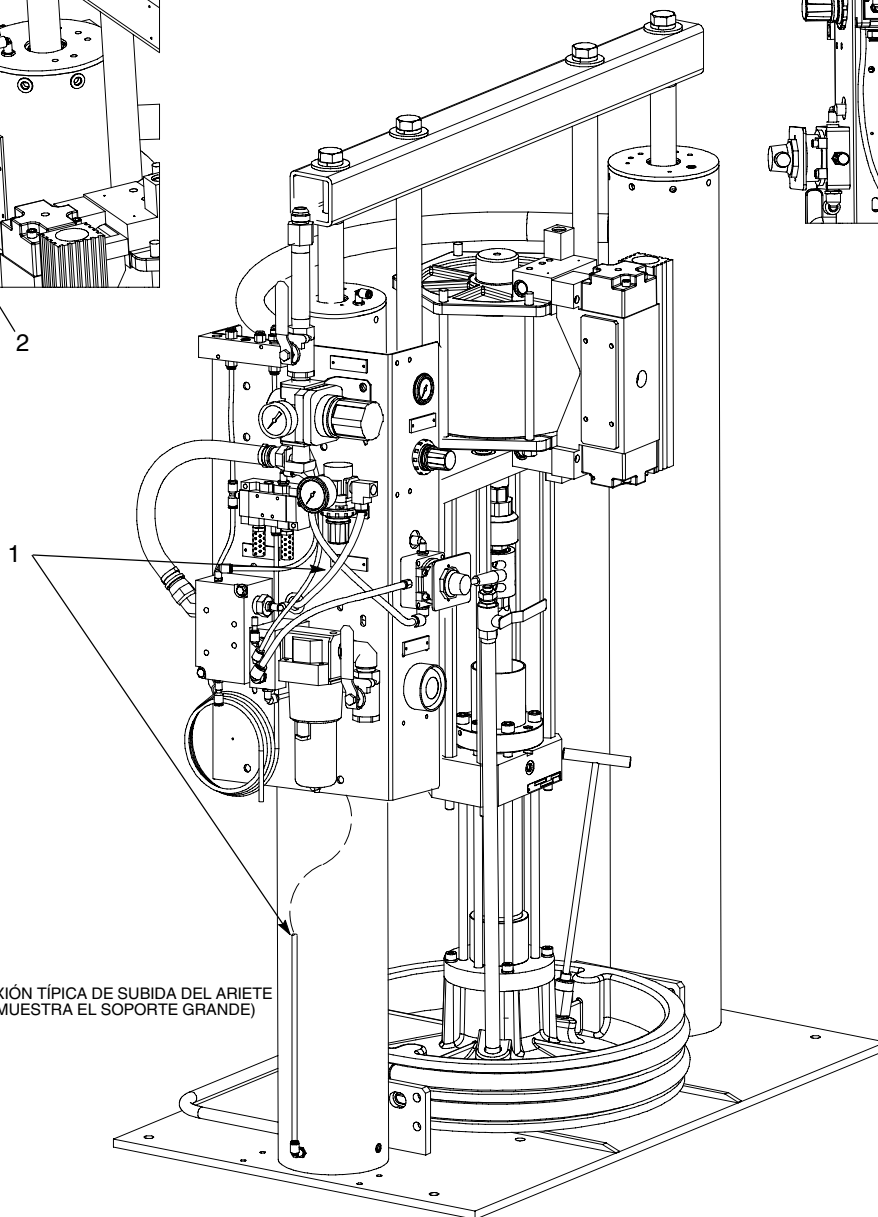

Figura 4 Conexiones de los tubos de subida y bajada del ariete
1. Ver la figura 4. Conectar el tubo de subida del ariete (1), tal y como se muestra.
2. Conectar el tubo de bajada del ariete (3) entre el regulador (2) y el racor de soporte (4).